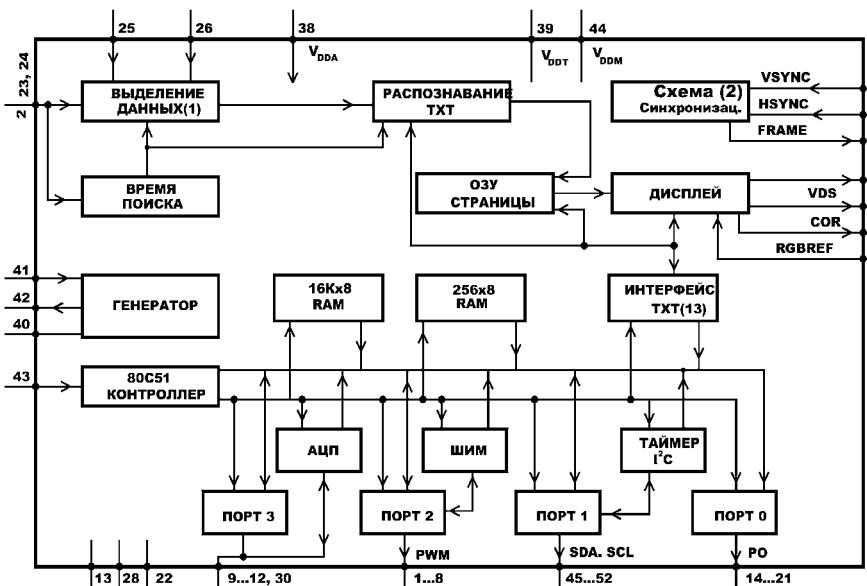

рис.2
Функциональная схема процессора управления типа SAA5290 показана на **рис.2**.
На блок приема телетекста в DD402 (см. рис.2), кроме цифровых данных телетекста с селектора выделения данных (1) ИМС и синхроимпульсов со схемы синхронизации (2), также поступают с интерфейса телетекста (13) данные о номере запрашиваемой страницы телетекста. Страница телетекста, выделенная блоком приема в DD402, записывается в одностраничное ОЗУ.